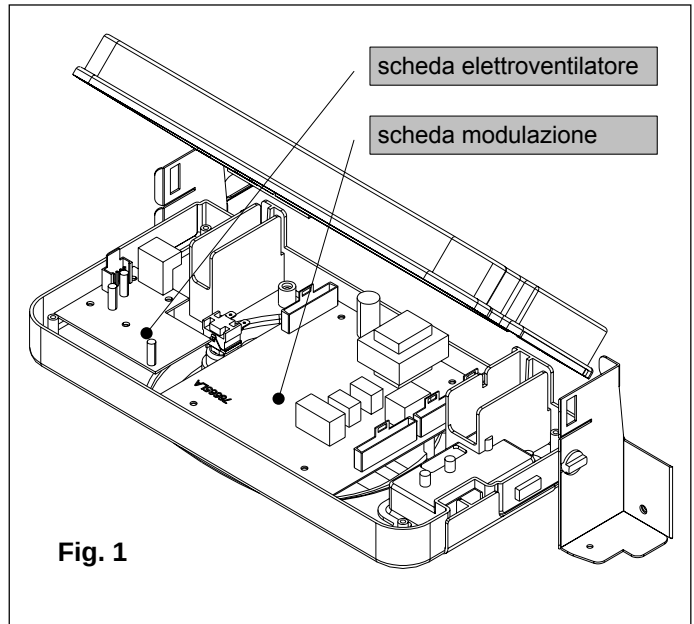

Fig. 1
6.5.14 scambiatore primario (fig. 1)